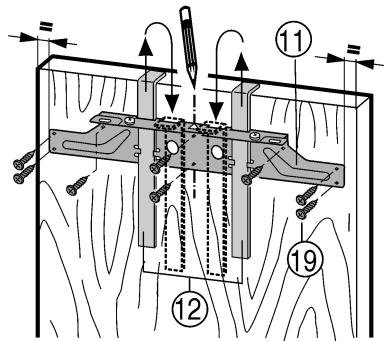

Fig. 18
- Enganche el travesaño de fijación Fig. 18 (11) con las ayudas de montaje Fig. 18 (12) en la cara interior de la puerta del mueble.
- Alinee el travesaño de fijación Fig. 18 (11) centrado en la puerta.
- Atornille el travesaño de fijación Fig. 18 (11) con 6 tornillos Fig. 18 (19) como mínimo.
- Atornille el travesaño de fijación Fig. 18 (11) con 4 tornillos Fig. 18 (19) en el borde.
- Extraiga las ayudas de montaje Fig. 18 (12) hacia arriba e introduzcaslas invertidas en los orificios de alojamiento adyacentes.